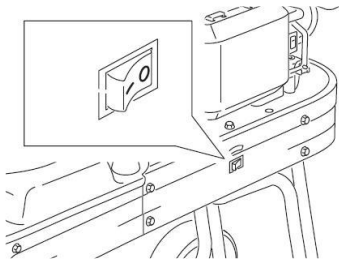

Fig. 5a
- Impostare l'interruttore di alimentazione in posizione "ON". (Fig. 5a)
- Impostare l'interruttore di alimentazione in posizione "OFF". (Fig. 5a)